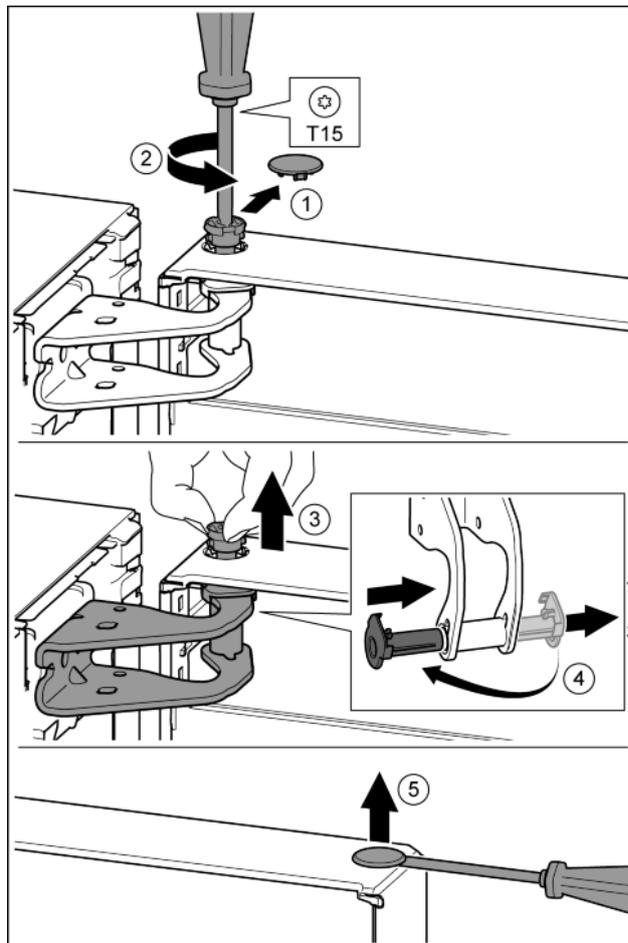

Fig. 12
- ▶ Обережно зніміть запобіжну кришку. Fig. 12 (1)
- ▶ Трохи викрутіть гвинт за допомогою викрутки T15. Fig. 12 (2)
- ▶ Притримуйте дверцята і витягніть палець руками. Fig. 12 (3)
- ▶ Витягніть із прямої опору втулку. Встановіть і зафіксуйте з іншого боку. Fig. 12 (4)
- ▶ За допомогою шлицевої викрутки обережно підійміть пробку із опорного втулка дверцят та витягніть її. Fig. 12 (5)